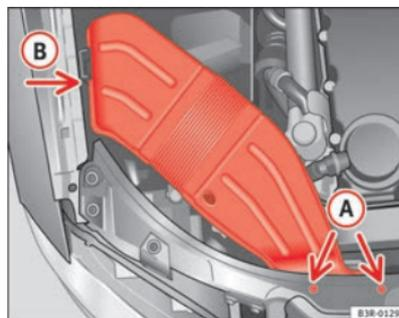

Fig. 202 Conducción de ventilación en el lado derecho del vehículo
- Desenrosque los tornillos **A** ⇒ fig. 202.